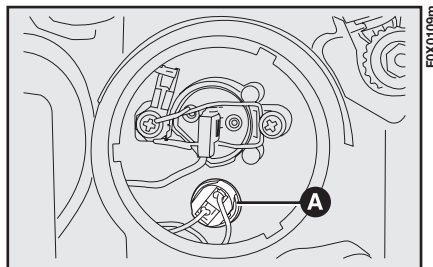

fig. 128
- sfilare il gruppo portalamпада A-fig. 128;